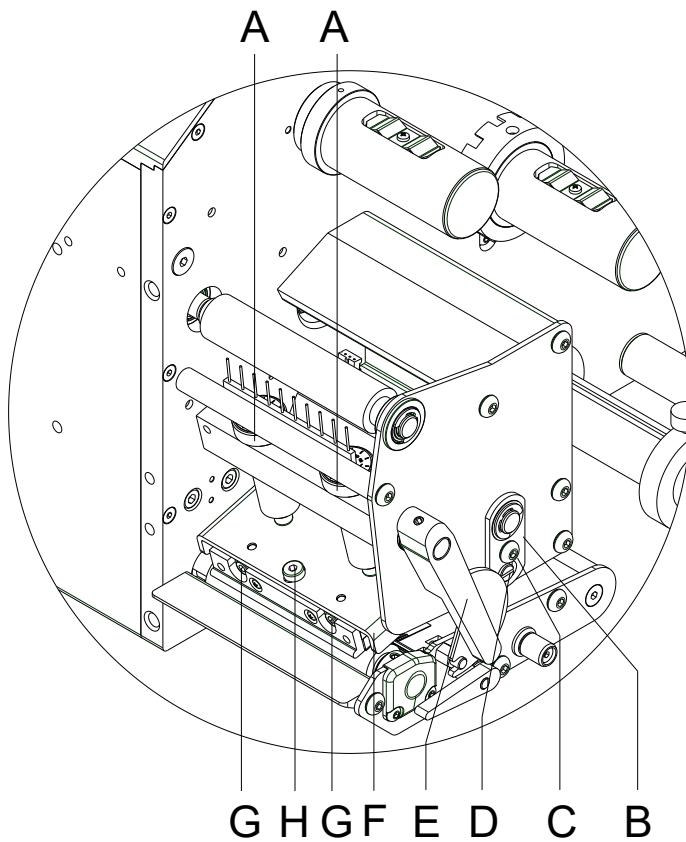

Figura 28
Si tras regular el paralelismo no se consiguiera que la anchura de la impresión fuese regular, se puede igualar con la ayuda de una placa de fijación (B, Figura 28).
1. Afloje el tornillo (C, Figura 28) girándolos aprox. $\frac{1}{4}$ de vuelta.
2. Gire la clavija excéntrica (D, Figura 28) para ajustar una impresión igualada. Continúe ajustando el cabezal de impresión hasta que la impresión en el text salga igualada.
3. Coloque de nuevo el tornillo (C, Figura 28).
La presión del cabezal puede modificarse con los tornillos (A, Figura 28) en el lado interior y exterior del cabezal, respectivamente. Un aumento de la presión del cabezal lleva en el lado respectivo a un mejoramiento del ennegrecimiento del formato de impresión y a un desplazamiento de la marcha de la cinta en la correspondiente dirección.
1. Gire el tornillo de presión (A, Figura 28) para modificar la presión del cabezal de impresión.
2. Gire el tornillo de presión (A, Figura 28) en el sentido de las agujas del reloj hasta que llegue al tope, se consigue un incremento de presión de 10N respecto al ajuste inicial de fábrica.
3. Gire el tornillo de presión (A, Figura 28) hacia el tope derecho, girándolo en dirección contraria a las agujas del reloj, se obtendrá el valor de regulación de fábrica.